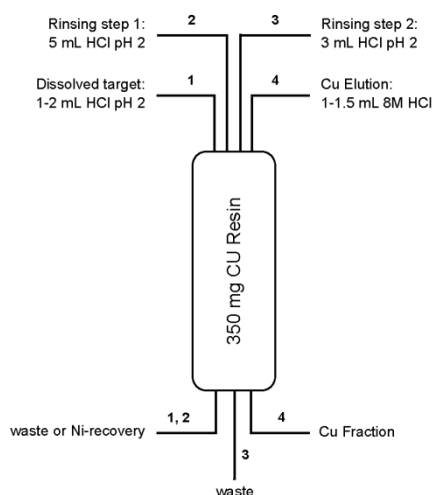

Figure 3 : Méthode optimisée de la séparation de Cu (2,3).
Les conditions d'éluion ont été optimisées pour obtenir la méthode présentée en figure 3 (2).